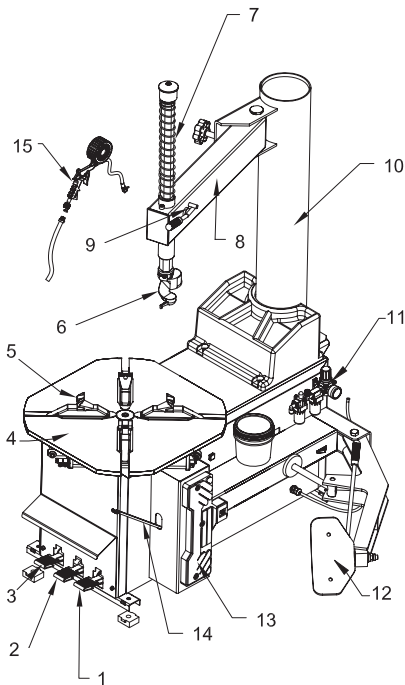

Рисунок 2 - Общий вид шиномонтажного станда
5. Нажмите педаль вращения стола (3, рис. 2). Монтажный стол должен вращаться по часовой стрелке. Поднимите педаль. Стол должен вращаться против часовой стрелки.
6. Нажмите педаль отжима покрышки (1, рис. 2) до срабатывания лопаты отжима. При отпускании педали она должна вернуться в исходное положение.
7. Нажмите педаль зажима кулачков (2, рис. 2) для разведения кулачков. При повторном нажатии на педаль кулачки сходятся.
8. Нажмите на спусковой крючок на пистолете накачки для выпуска воздуха из наконечника (15, рис. 2).
2. Установите колесо на монтажный стол (4, рис. 2).
- Поместите четыре кулачка (5, рис. 2) в положение, отмеченное маркировкой на столике, выжимая до половины вниз педаль зажима (2, рис. 2).
4. Опустите штангу (7, рис. 2), пока монтажная головка (6, рис. 2) не окажется рядом с ободом над колесом. При помощи блокировки зафиксируйте положение штанги.
6. Поднимите закраину покрышки на носик монтажной головки. Для этого вставьте монтажную лопатку между закраиной шины и носиком монтажной головки, затем приподнимите педаль вращения стола (3, рис. 2).
7. Удерживая монтажную лопатку (14, рис. 2) в нужном положении, вращайте стол по часовой стрелке, полностью выжав педаль вращения стола. Продолжайте, пока шина полностью не отделится от обода.
3. Зафиксируйте обод колеса при помощи внутренних частей кулачков (5, рис. 2).
Замечание: Если вы работаете с ободами одного и того же размера, нет необходимости постоянно фиксировать и освобождать штангу. Вместо этого сдвиньте в сторону консоль (8, рис. 2) с зафиксированной штангой (7, рис. 2).
1. Чтобы накачать шину, вставьте наконечник пистолета для накачки (15 рис. 2) в сосок шины при положении запирающего рычажка «UP» («вверх»). Убедитесь, что сопло плотно обхватывает сосок.